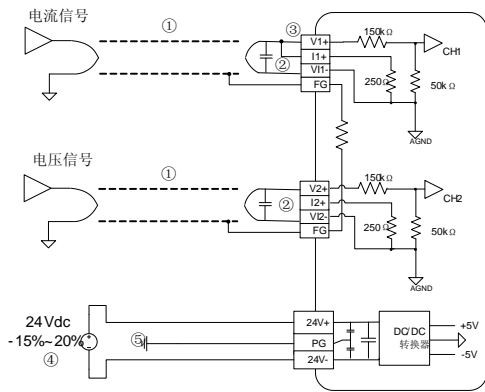

图 2-5 MC200-2AD 用户端子布线示意图
用户端子布线要求,请参见图2-5。图中①~⑤表示布线时必须注意的事项: